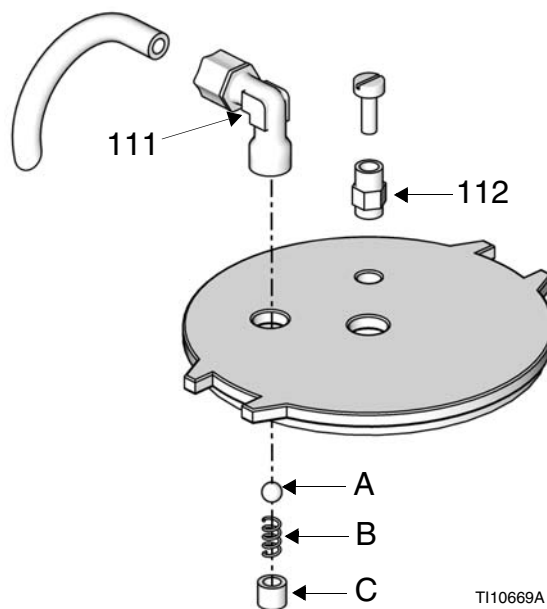

FIG. 3
3. Después de cada uso, compruebe que la válvula de retención (113) de la parte inferior del codo de entrada de presión (111) no tiene restos de pintura y suciedad. Vea FIG. 3. Si fuera necesario, desenrosque el anillo de retención de latón de la válvula de retención (C), retire el muelle (B) y la bola (A) y sumérjalo en un disolvente compatible. Vuelva a montarlo con el extremo pequeño del muelle dirigido hacia la bola cuando lo introduce en el codo.